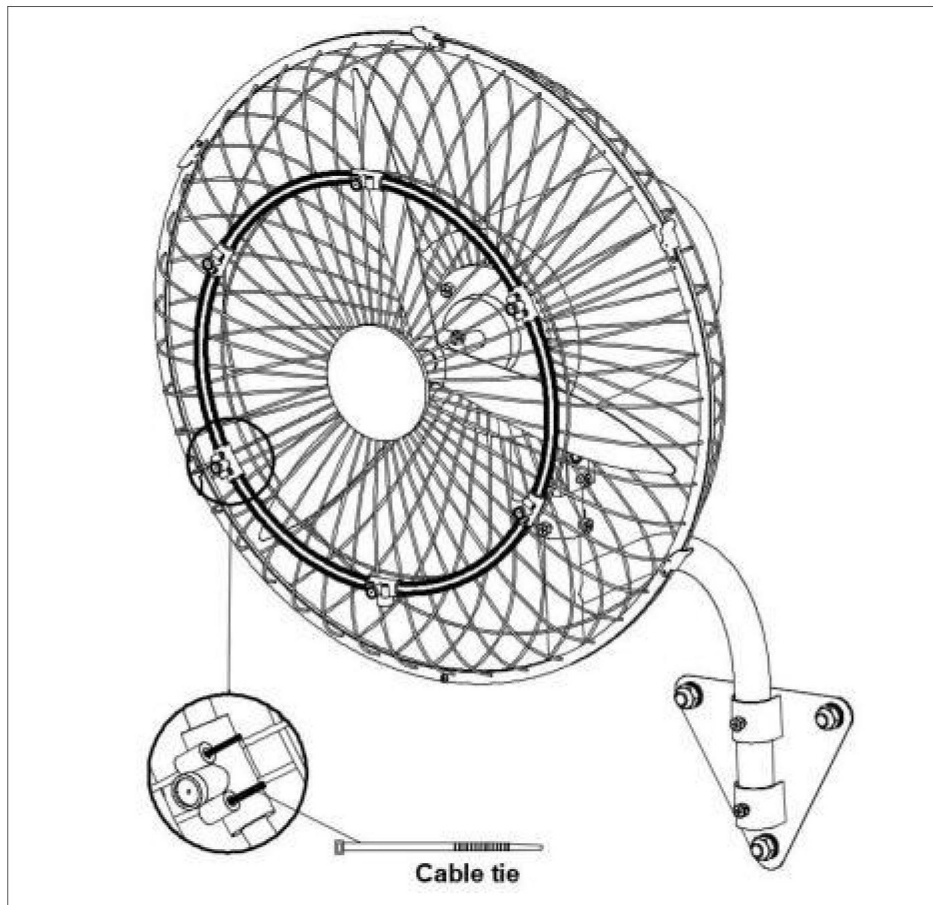

Fig.10.
1). Instale el tubo rociador en la cubierta de la rejilla delantera y fíjelo con un cable. corbata.Ver la (Fig.10.)